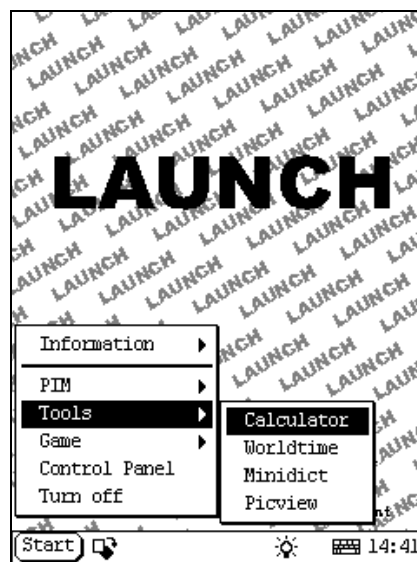

Рисунок 4-04
- 3) В всплывающем подменю выберите нужные функции.(см. рисунок 4-04)